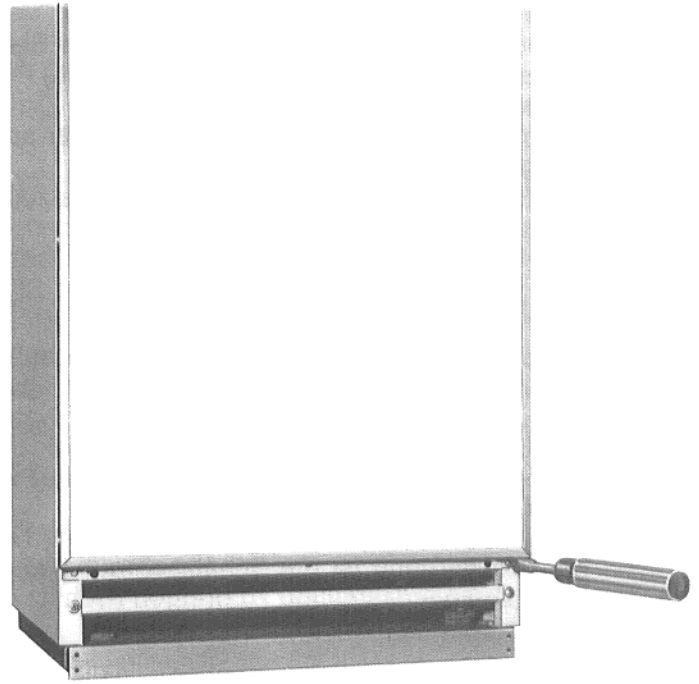

Abb. 16
- Findet ein Dekor Verwendung, das nicht einsprengbar ist, muß zusätzlich zum Zwecke des Einschiebens die untere Leiste des Dekorrahmens abgenommen werden. In diesem Falle ist es zweckmäßig, die untere Vorderwand vom Kessel zu lösen. (Siehe Abb. 16.)